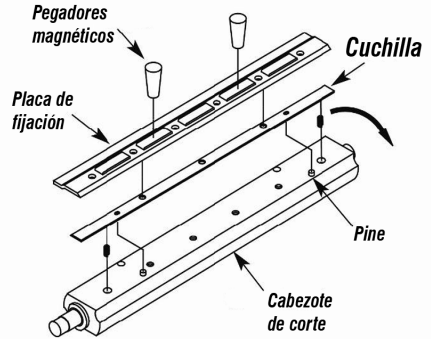

Fig. 16 – Pegadores magnéticos
- Suelte los tornillos de fijación de las cuchillas y, con el auxilio de los pegadores magnéticos (Fig. 16), retire la placa de fijación de las láminas;